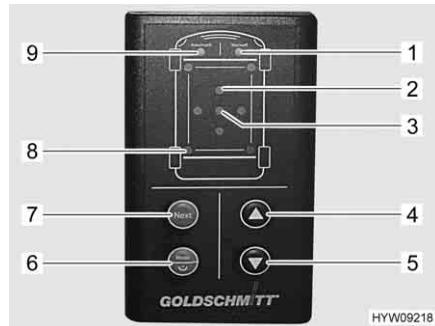

Fig. 37 Elemento di comando (piedini di stazionamento idraulici)
Quando la pendenza del veicolo è troppo elevata, il LED rosso "Inclinazione" (Fig. 37,2) lampeggia. Scegliere posizioni di sosta idonee; qualora non siano adatte, l'utilizzo dei piedini di stazionamento è a proprio rischio e pericolo.
Se a causa di un avallamento del terreno viene raggiunta la lunghezza massima di uno dei piedini di stazionamento estratti, i LED "Funzionamento manuale" (Fig. 37,1) e "Modalità automatica" (Fig. 37,9) lampeggiano tre volte. In tal caso, chiudere i piedini di stazionamento, posizionare un supporto sotto il piedino interessato e ripetere la procedura.
- Tenere premuto per più di 1 secondo il tasto "On/Off/modalità di funzionamento" (Fig. 37,6). Dopo l'accensione, viene emesso un segnale acustico e il LED "Modalità automatica" (Fig. 37,9) si attiva.
- Premere brevemente il tasto "On/Off/modalità di funzionamento" (Fig. 37,6). La modalità di funzionamento può essere impostata su funzionamento manuale o modalità automatica. Il LED corrispondente (Fig. 37,1 o Fig. 37,9) si illumina.
- Premere il tasto "Apertura" (Fig. 37,5). La procedura di regolazione viene eseguita autonomamente. I LED "Piedino di stazionamento" (Fig. 37,8) lampeggiano quando i piedini di stazionamento sono in movimento. Se il veicolo è dotato di puntelli ribaltabili: Il movimento dei piedini di stazionamento si arresta dopo che questi sono stati ribaltati per consentire di posizionare sotto un supporto. Il LED "Modalità automatica" (Fig. 37,9) lampeggia rapidamente.
- Premere di nuovo il tasto "Apertura" (Fig. 37,5). La procedura di regolazione prosegue.
- Premere il tasto "Chiusura" (Fig. 37,4). I piedini di stazionamento si ritraggono completamente. I LED "Piedino di stazionamento" (Fig. 37,8) lampeggiano quando i piedini di stazionamento sono in movimento.
- In modalità automatica, premere brevemente il tasto "On/Off/modalità di funzionamento" (Fig. 37,6). Il LED "Funzionamento manuale" (Fig. 37,1) si illumina.
- Prestare attenzione ai LED "Inclinazione" (Fig. 37,2). Se un LED è illuminato, significa che il veicolo deve essere sollevato in corrispondenza del lato indicato.
- Premere il tasto "Next" (Fig. 37,7) fino a quando viene selezionato il paio di piedini di stazionamento desiderato. I relativi LED "Piedino di stazionamento" (Fig. 37,8) si illuminano.
- Premere il tasto "Chiusura" (Fig. 37,4) o "Apertura" (Fig. 37,5) fino al raggiungimento della posizione desiderata.
- Premere di nuovo il tasto "Next" (Fig. 37,7) fino a quando viene selezionato un altro paio di piedini di stazionamento. Proseguire con la procedura fino al completo allineamento del veicolo. Il veicolo è allineato quando il LED verde "Posizione ok" (Fig. 37,3) si illumina.
- Premere contemporaneamente i tasti "On/Off/modalità di funzionamento" (Fig. 37,6), "Apertura" (Fig. 37,5) e "Chiusura" (Fig. 37,4) e tenerli premuti per 3 secondi.
- Dopo la conferma acustica e l'illuminazione del LED "Posizione ok" (Fig. 37,3), rilasciare i tasti. La posizione viene salvata come Posizione ok.